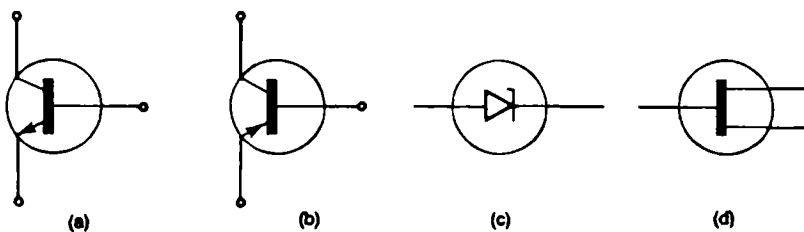

Figura Q.4
- 10 Care dintre simbolurile din figura Q.4 reprezintă un tranzistor pnp?